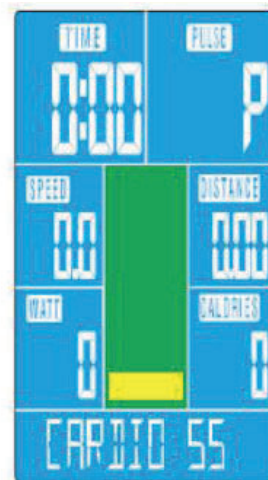

Abb. 15
3. Wählen Sie das gewünschte Herzfrequenzprogramm (55%, 75%, 90% oder TAG) mit den UP/DOWN-Tasten und bestätigen Sie mit der MODE-Taste (siehe Abb. 15).